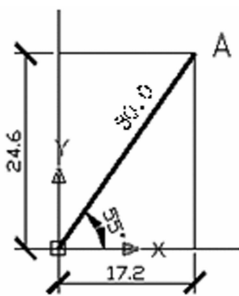

图 1-30 点的坐标
(1)绝对直角坐标指当前点相对于坐标原点的坐标值。如图 1-30 所示,A 点的绝对坐标为“17.2,24.6”。
(2)绝对极坐标用“距离<角度”表示。其中,距离为当前点相对于坐标原点的距离,角度表示当前点和坐标原点连线与 X 轴正向的夹角。如图 1-30 所示,A 点的绝对极坐标可表示为“30.0<55”。